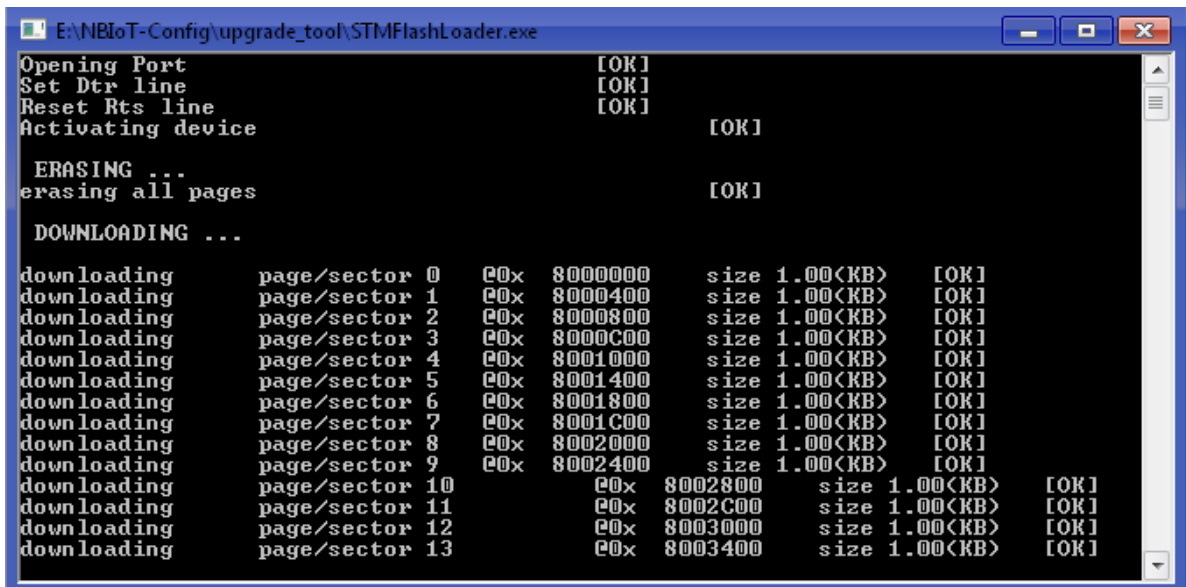

Рис. 15 – Процесс обновления
- Откроется новое окно (Рисунок 15), в котором начнется процесс обновления прошивки